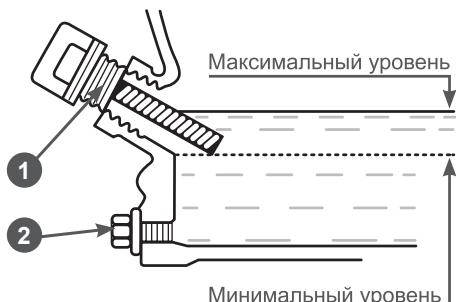

Рис. 12 Проверка уровня масла в картере
- Установите крышку-щуп в отверстие горловины, не закручивая (Рис. 12).
Максимальный уровень масла в картере соответствует нижней кромке заливного отверстия (Рис. 12).
- Протрите щуп насухо и вставьте в отверстие горловины, не закручивая (Рис. 12).
7. При недостаточном уровне масла в картере необходимо долить чистое масло до верхней отметки на щупе, что соответствует нижней кромке заливного отверстия (Рис. 12).